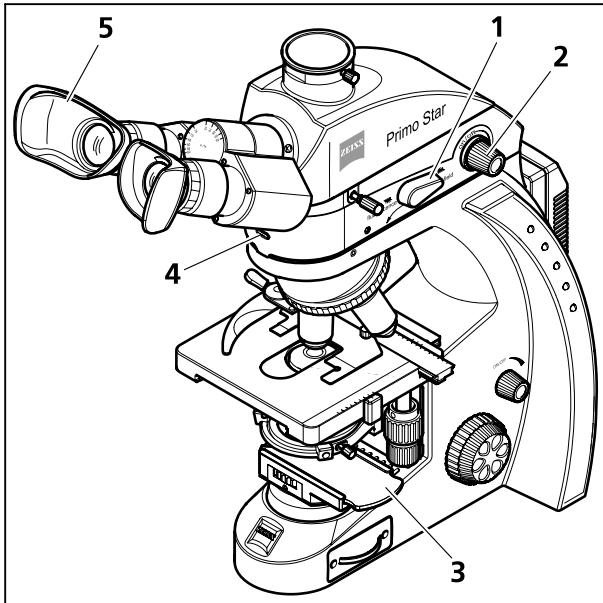

Рисунок 25 Настройка режима отражённого свет для флуоресценции
- Перевести переключатель «проходящий/отражённый свет» (Рисунок 25/1) в позицию отражённого света (**флуоресценции**) (повернув его сначала вверх).
- Посредством поворотной ручки (Рисунок 25/2) осветителя отражённого света включить светодиод отражённого света и отрегулировать удобную для работы интенсивность освещения. Контрольная лампа (Рисунок 25/4) на лицевой стороне осветителя отражённого света светится синим цветом. Яркость контрольной лампы соответствует настроенной интенсивности освещения для режима отражённого света.
- Ввести запирающую позицию задвижки (Рисунок 25/3) в ход оптических лучей с целью избежания нежелательных эффектов флуоресценции (вызванных светодиодом проходящего света).
Для микроскопирования в незатемнённых помещениях могут применяться специальные наглазники, предотвращающие попадание постороннего света (Рисунок 25/5). Однако, они не пригодны для носителей очков и не должны выворачиваться, так как в противном случае они теряют стабильность формы.